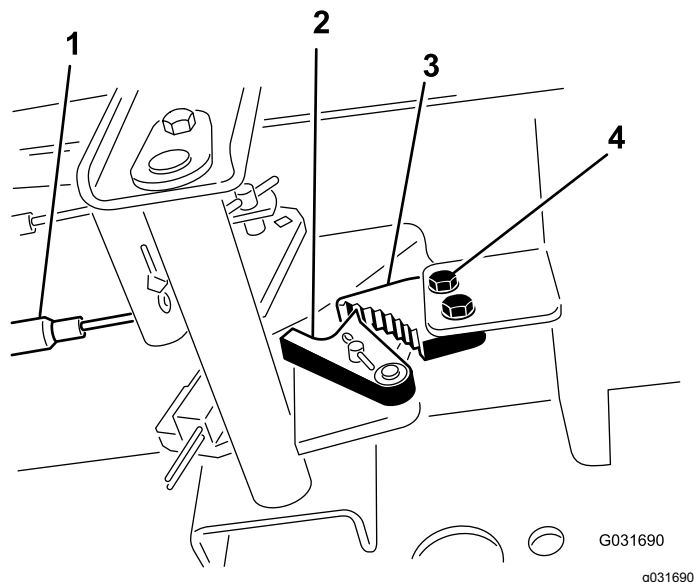

図 73
1. 駐車ブレーキのツメをフレームに固定しているねじ2本をゆるめる 図 73。
2. ブレーキのツメが戻り止めに完全に掛かるまで駐車ブレーキペダルを前に踏み込む(図 73).